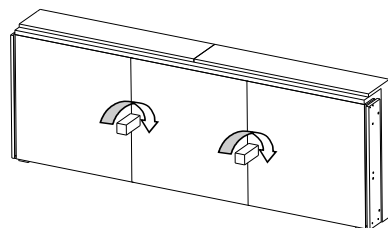

рис. 3
- 4) **установить** сиденье с основанием в положение, показанное на рис. 3 и **прикрутить** опоры декоративные 160x60x60 к основанию ввернув резьбовую часть шпильки в отверстие с гайкой мебельной.